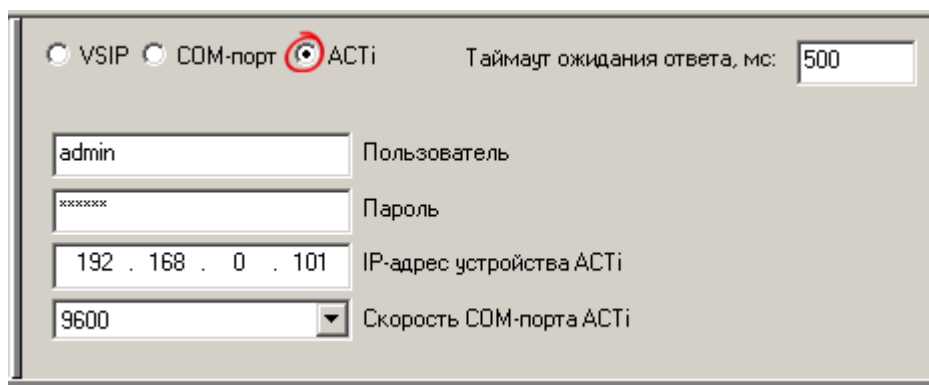

Рисунок 5 — Настройка подключения через кодер TCD-2100
3. В группе радиокнопок, предназначенных для выбора способа подключения поворотного устройства, выберите **ACTi** (рисунок 5).